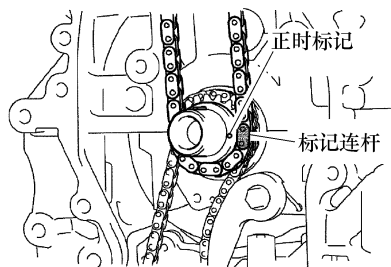

图 1-189 对准正时标记
② 将链条安装到曲轴正时链轮上，使金色或粉色标记连杆与曲轴上的正时标记对准，见图 1-189。